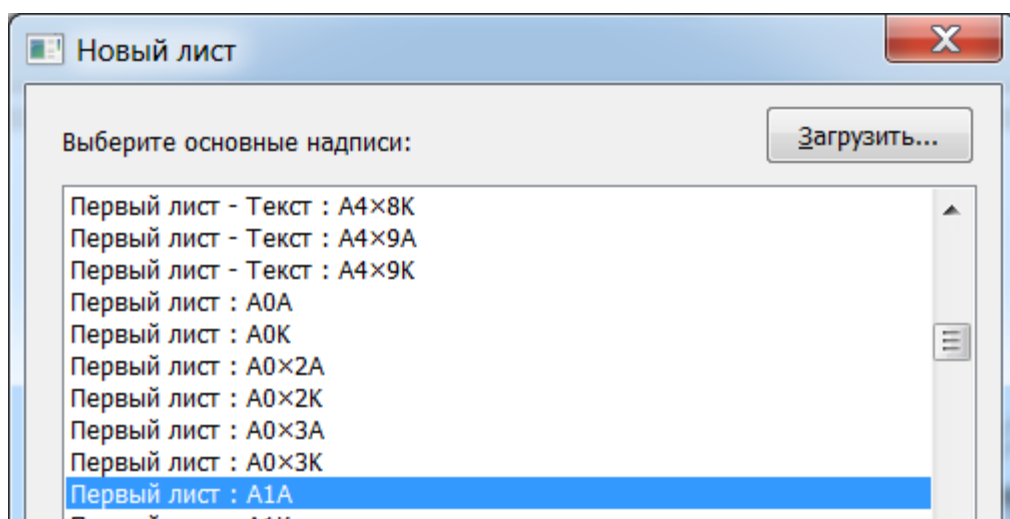

Рис. 125
2. В диалоговом окне **Новый лист** выбрать в списке основную надпись и нажать **Загрузить** (рис.125).